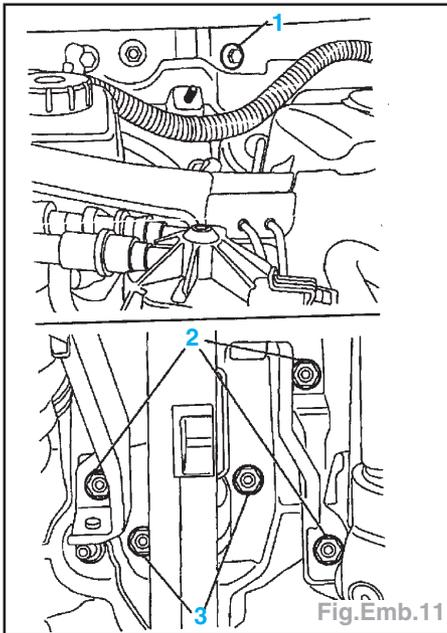

Fig.Emb.11
- Déposer la vis (1) de renfort de pédalier du tablier (Fig.Emb.11).
- Déposer les écrous (3) du maître-cylindre et de pédalier (2) et le déposer.
- Placer la pédale d'embrayage avec le pédalier et positionner la tige de piston avec le clip sur la pédale d'embrayage (flèche) (Fig.Emb.11).